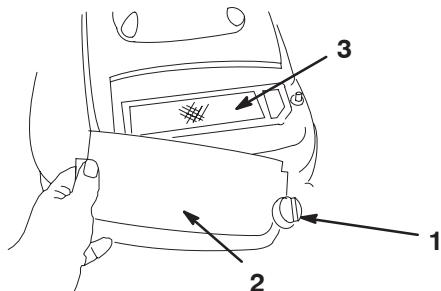

Bild 37
3. Nehmen Sie die Schraube ab, mit der die Luftfilterabdeckung befestigt ist (Bild 37).
4. Entfernen Sie die Luftfilterabdeckung und reinigen Sie sie gründlich (Bild 37).
6. Entfernen Sie den Schaumvorfilter und waschen ihn in milder Seifenlauge. Löschen Sie ihn dann trocken (Bild 37).